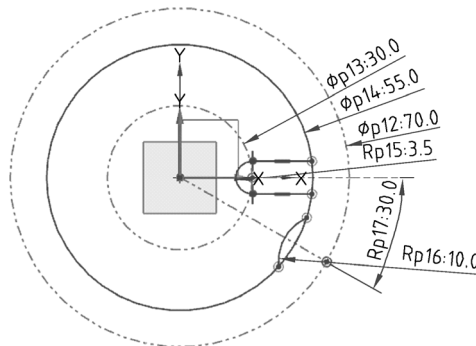

图 1-4-8 绘制圆弧凹槽
(4) 绘制圆弧凹槽。点击【直接草图】→【圆弧】命令，输入半径为 10，进行约束，如图 1-4-8 所示。